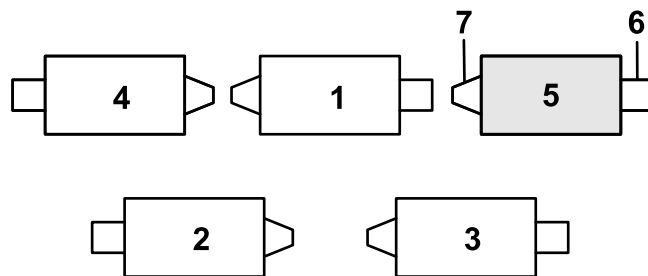

Figura 12
1. Si la chaveta está instalada en el orificio trasero de la varilla de compensación del muelle, retire la chaveta e introdúzcala en el orificio situado junto al soporte (**Figura 12**).